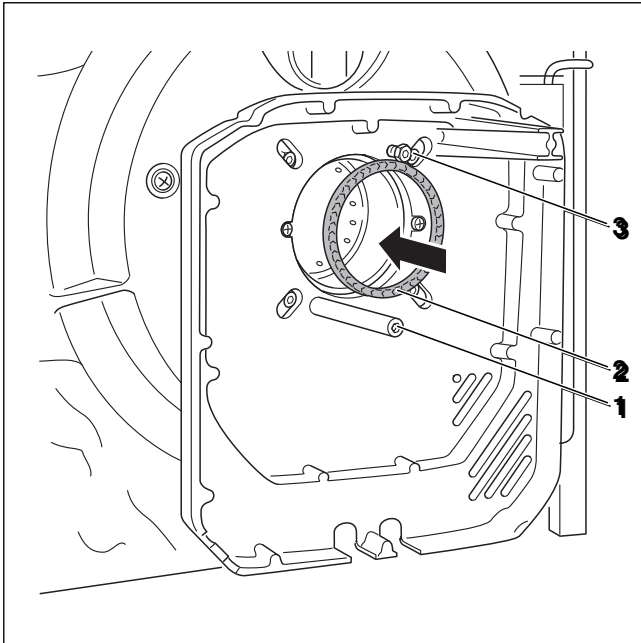
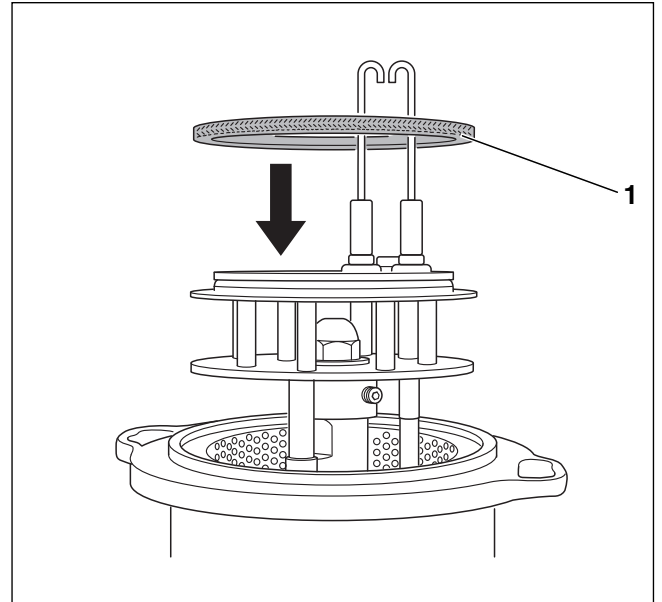

Bild 53 Dichtung bei Brennertypen 17 bis 45 einsetzen
Bild 54 Dichtung bei Brennertypen 55 bis 68 einsetzen
- Vor dem Einbau des Brenners die Dichtung (→ Bild 53 oder Bild 54) zwischen Mischsystem und Brennerrohr prüfen.
- Dichtung (→ Bild 53, [2]) in das Brennerrohr einsetzen.
- Dichtung (→ Bild 54, [1]) zunächst auf das Mischsystem aufsetzen.
- Den Brenner auf die beiden Schrauben im Brennerflansch (→ Bild 53, [1] und [3]) aufsetzen.
- Linksdrehung bis zum Anschlag und die Befestigungsschrauben (→ Bild 53, [1] und [3]) wieder anziehen.